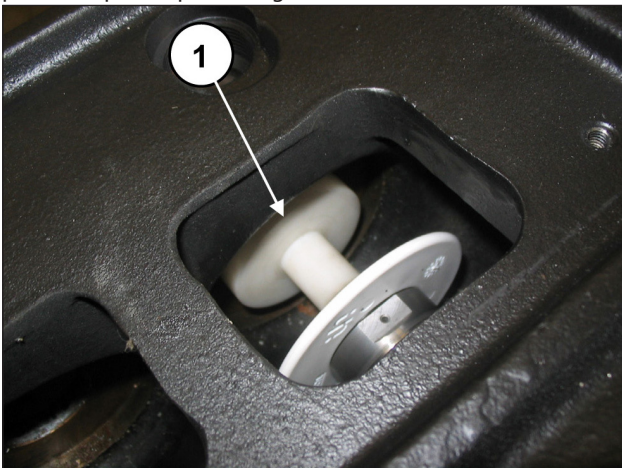

Fig. 113
Gire manualmente o eixo, de modo a trazer os três pistões na posição de ponto morto superior. Insira a ferramenta do tampão cód. 27516600 entre a guia do pistão e o pistão (pos. ①, Fig. 113).